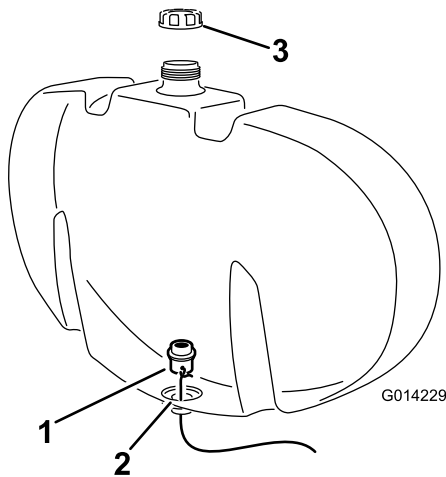

Figura 3
- E. Utilice el alambre para guiar el conector estanco hasta el orificio de la parte inferior del depósito (Figura 3).
F. Coloque el conector estanco en su posición, asegurándose de que la junta transparente se asiente contra la pared interior del depósito de enjuague (Figura 3).